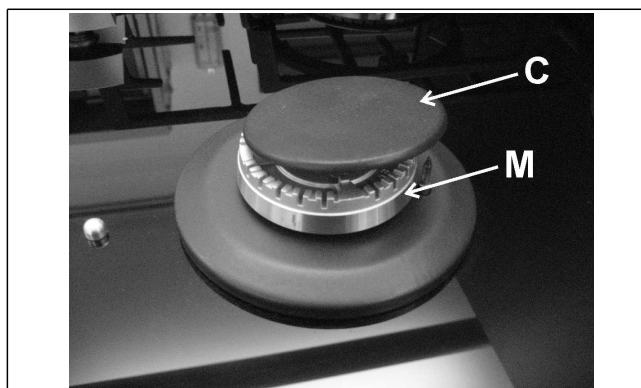

FIG. 6
Pour que la surface en verre soit toujours brillante, il est très important de la laver après chaque utilisation à l'eau savonneuse tiède, de la rincer et de la sécher. Lavez de la même manière les grilles émaillées, les chapeaux émaillés «C» et la tête des brûleurs «M» (voir fig. 6).
- vérifiez que les fentes des têtes des brûleurs «M» (fig. 6) ne sont pas obstruées par des corps étrangers.
- S'assurer que le chapeau émaillé «C» (fig. 6) est correctement positionné sur la tête du brûleur. C'est le cas lorsque le chapeau positionné sur la tête est parfaitement stable.